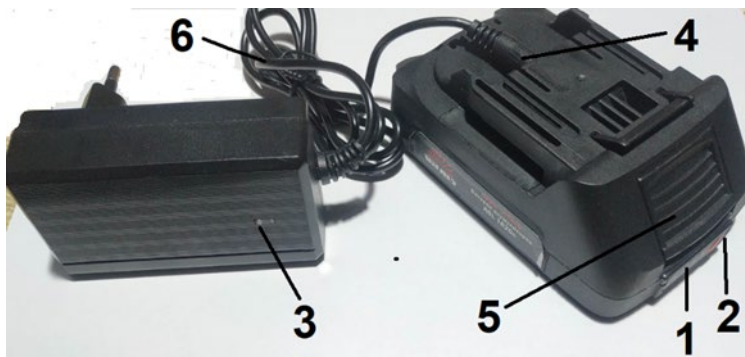

Рисунок 9. Схема заряджання АКБ.
5.1.3.1 Перевірка рівня зарядження акумуляторної батареї (рис. 9).
1. Натиснути та утримувати кнопку акумулятора (2, рис. 9), що розташовується на верхній панелі акумулятора.
2. Під час утримання кнопки залежно від стану заряду батареї почнуть світитися відповідні індикатори (1, рис. 9).
4. Контролювати ступінь зарядження акумулятора за кольором індикаторів (3, рис. 9).